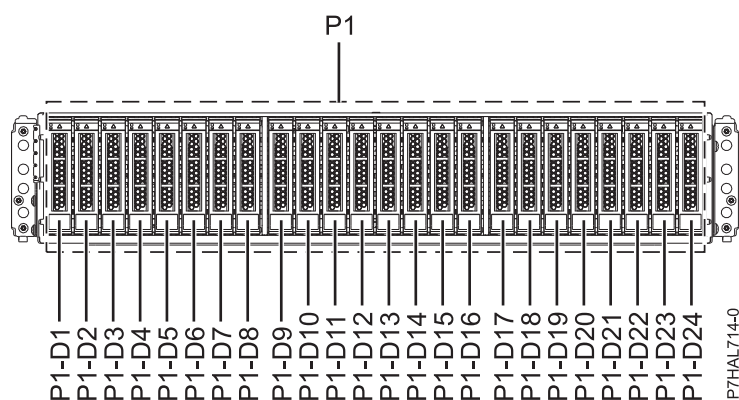

図 1. 5887 ディスク・ドライブ・エンクロージャーの正面図 (ディスク・ドライブの位置を示す)
1. 保守を行う部品およびエンクロージャーを識別します。ディスク・ドライブおよび SSD スロットはエンクロージャーの前面にあります。図 1 および 図 2 は、エンクロージャーの正面図と背面図で、エンクロージャー内のディスク・ドライブの位置を示しています。